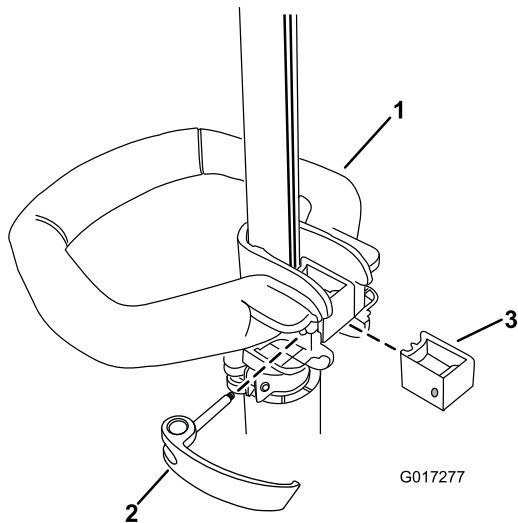

Figura 1
1. Coloque la empuñadura auxiliar sobre el mástil de la desbrozadora con la superficie lisa hacia el operador (Figura 1).